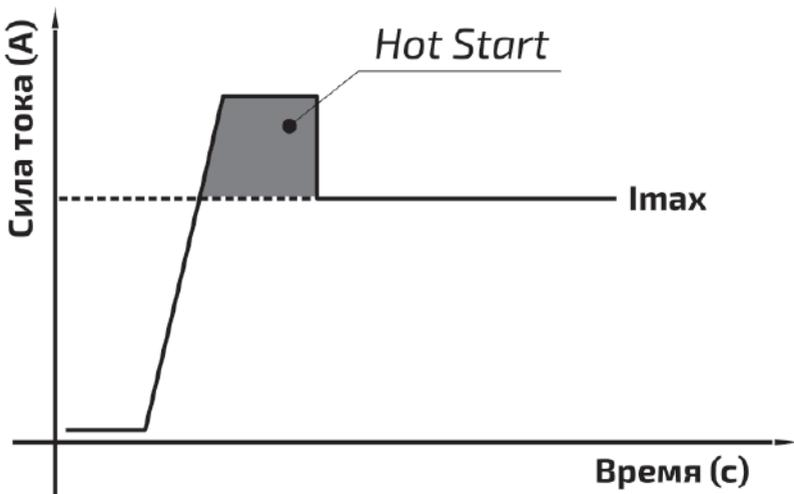

Рис. 11.1.1. Hot Start.
**Hot Start (горячий старт):** для обеспечения лучшего поджига дуги в начале сварки инвертор автоматически повышает сварочный ток. Это позволяет значительно облегчить начало сварочного процесса (см. рис. 11.1.1).